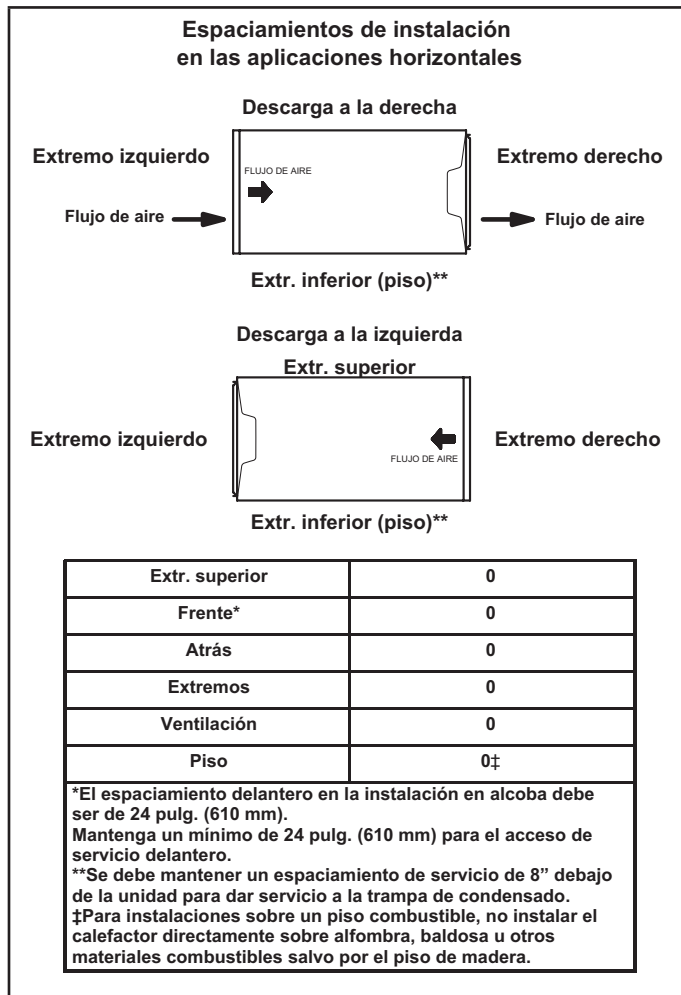

FIGURA 17
El calefactor ML296UHVK se puede instalar en aplicaciones horizontales con descarga de aire a la derecha o a la izquierda. Consultar la FIGURA 17 con respecto a los espaciamientos en aplicaciones horizontales.
- 1 - Seleccione la ubicación de la unidad teniendo en cuenta el espaciamiento de servicio y otros espaciamientos necesarios. Ver FIGURA 17.